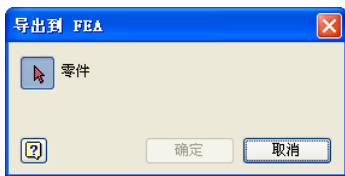

图 13-61 【导出到 FEA】对话框
- (1) 选择要输出到有限元分析 (FEA) 的零件。
- (2) 根据【分析设置】对话框中的设置,可以将必要的数据与相应的零件文件相关联以使用 Inventor 应力分析进行分析,或者将数据写入文本文件中以进行 ANSYS 模拟。
- (3) 进行 Inventor 分析的时候,在【运动仿真】面板上选择【导出到 FEA】,打开如图 13-61 所示【导出到 FEA】对话框。
- (4) 在图形窗口中,单击要进行分析的零件,作为 FEA 分析零件。